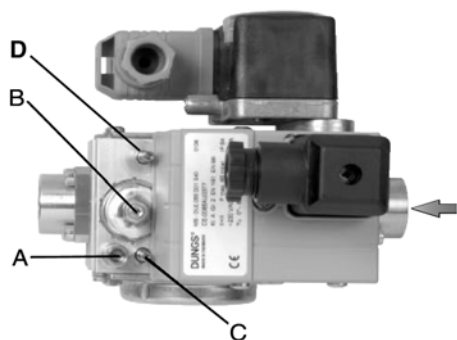

Fig. 8 -DUNGS MBC 65-DLE
- slabiti surubul A (Fig. 8) de la diuza de masurare . Conectati sonda de presiune .
- Setati la minim regulatorul de presiune prin surubul de reglare B (Fig. 8) , in sens invers acelor de ceas .
- Reglati flacara in timpul fazei de pornire prin intermediul bypass-ului C (vezi poz10 din Fig. 8). Prin rasucire in sensul acelor de ceas debitul scade , iar prin rasucire in sens invers acelor de ceas debitul creste . Nu depasiti debitul de pornire pentru ca, in caz contrar, regulatorul B (Fig. 8) va fi ineficient .
Actionati asupra regulatorului de presiune pentru a atinge debitul dorit, prin intermediul surubului B(Fig.8): rasuciti surubul in sensul acelor de ceas pentru a creste debitul si in sens invers acelor de ceas pentru a-l descreste .
Odata ce reglarile sunt realizate , inchideti surubul **A** (Fig. 8) de la priza de masurare .